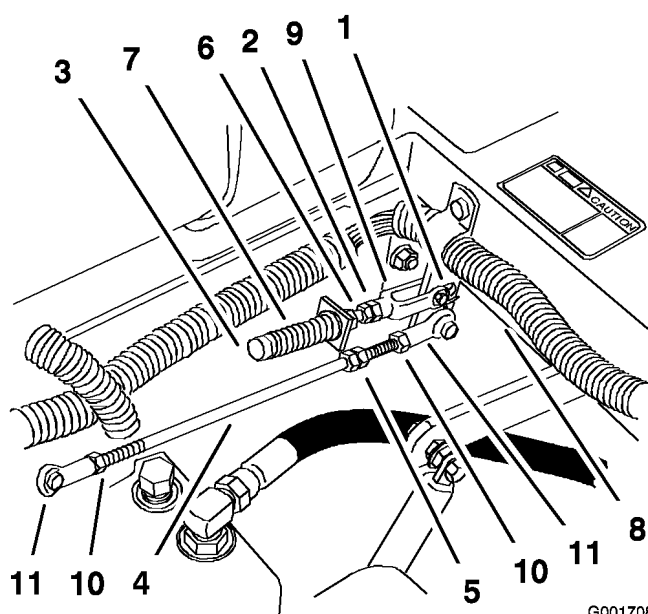

Figura 51
8. Si es necesario un ajuste, afloje la tuerca y la contratuerca contra la horquilla (Figura 51).
9. Aplique una ligera presión hacia atrás en la palanca de control de movimiento, gire la cabeza del perno de ajuste en el sentido apropiado hasta que la palanca de control esté centrada en posición de bloqueo/punto muerto (Figura 51).
10. Apriete la tuerca y la contratuerca (Figura 51).